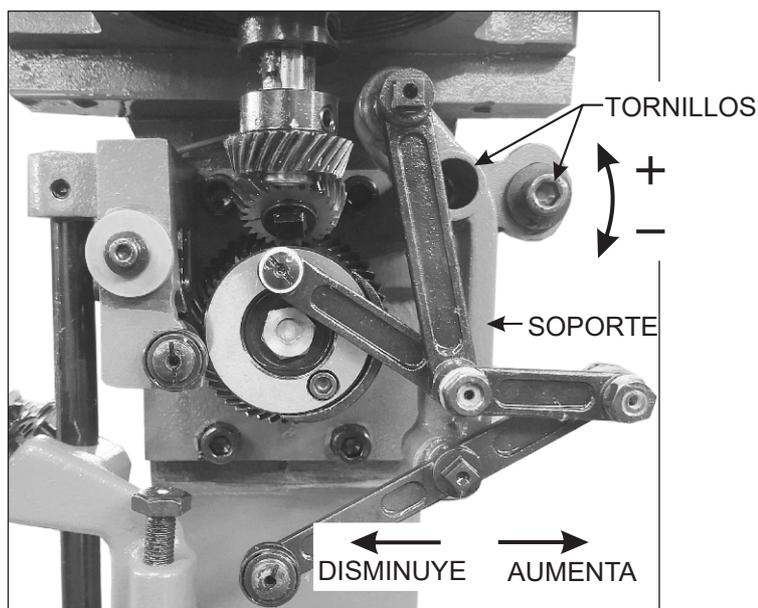

Figura 22
- ✓ Suelte los tornillos que fijan el soporte del estira-hilo (figura 22);